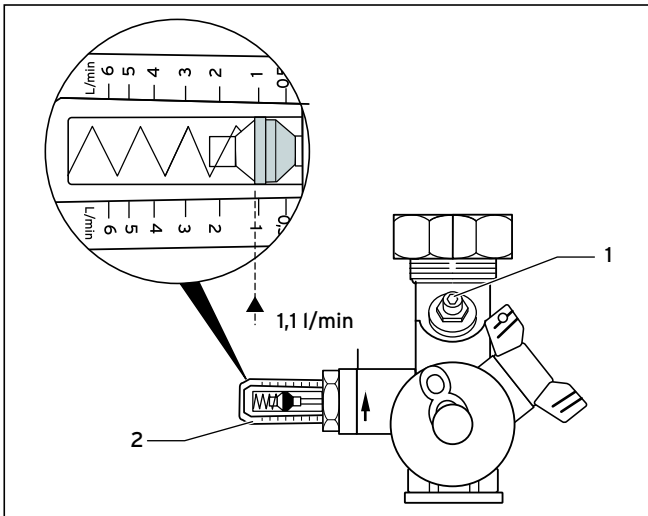

Fig. 5.1 Regolazione del flusso
- Effettuare la regolazione del flusso sulla valvola di regolazione (1, fig. 5.1) del limitatore di portata servendosi di una brugola.
È possibile leggere il valore impostato sull'indicazione (2, fig. 5.1) del limitatore di portata. La scala del limitatore di portata è suddivisa in l/min. È possibile ruotare la scala per agevolare la lettura del valore.